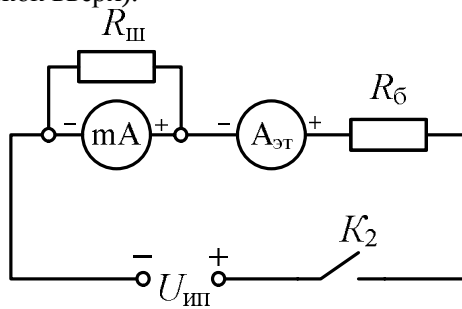

Рис. 3.6.
2.5. Соберите схему, приведенную на рис. 3.6. При $I_{расч} < 200 \text{ мА}$ вместо R_6 следует включать $R_{эт1}$ или $R_{эт2}$. Ключ K_2 установите в разомкнутое положение (рычажком вниз).